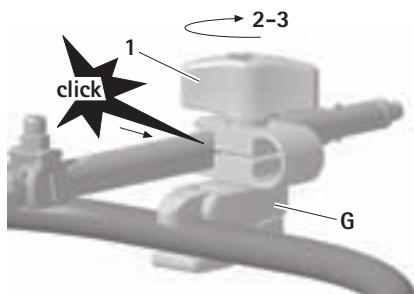

Fig. 7
- ▶ Introducir con un clic la barra de acoplamiento **B** o la pieza de conexión con acoplamiento rápido **A** en la boca de la grapa **G** y colocarla en la posición deseada, ver Fig. 7.